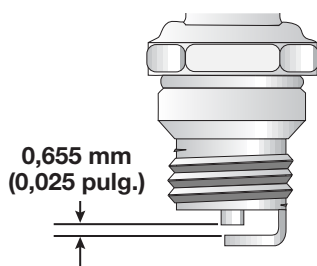

Fig. 56
3. Cambie las bujías que estén rajadas, sucias o deterioradas. Fije la separación de aire a 0,655 mm (0,025 pulgadas) utilizando un calibrador (Fig. 56).